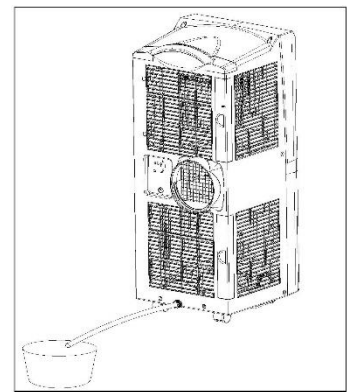

Abb.5
- Kontinuierliche Drainage (nur im Entfeuchtungsmodus): Entfernen Sie bitte den Wasserabflußstopfen an der Unterseite des Geräts und schließen Sie den Drainageschlauch an die Öffnung an. Bitte und lassen Sie das Wasser in einen Behälter auslaufen (Abb.5).